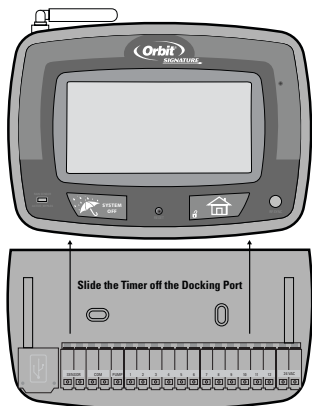

Figura 5: Cómo montar la base de acoplamiento
- Saque el temporizador deslizándolo de la base de acoplamiento. (Vea la Figura 5).